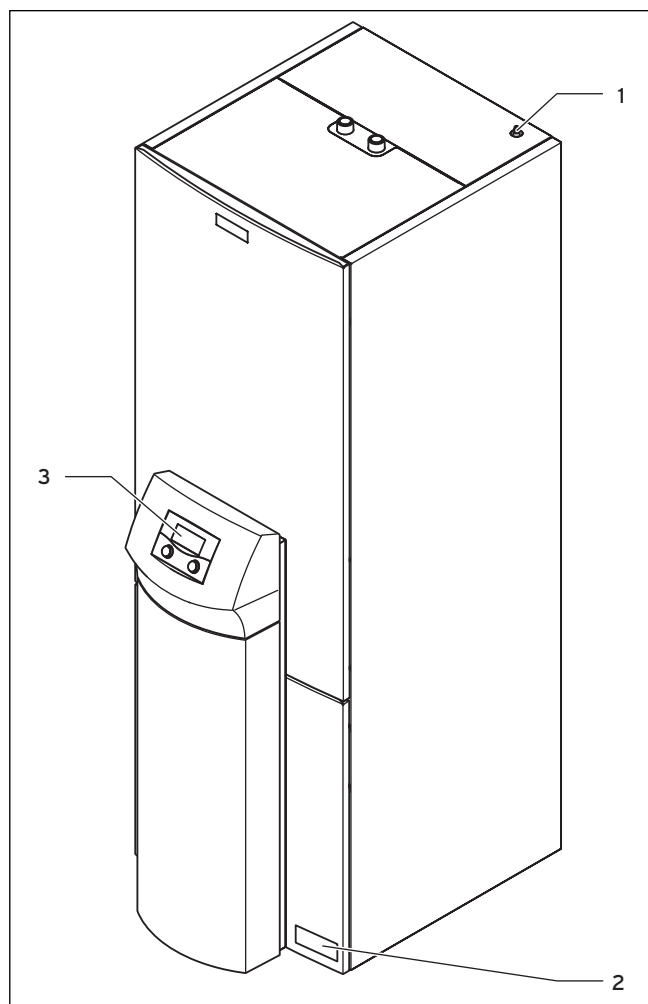

Abb. 3.1 Vorderansicht
- Die 10-stellige Artikelnummer Ihrer Wärmepumpe entnehmen Sie bitte dem Aufkleber (→ **Abb. 3.1, Pos. 1**), der auf der Frontverkleidung unten rechts angebracht ist. Sie ist ab der 7. Stelle aus der Seriennummer herauszulesen.
Legende zu Abb. 3.1